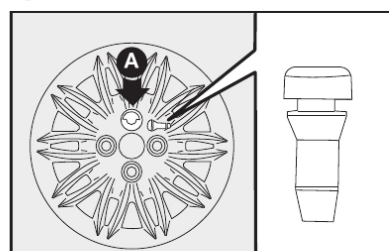

fig. 15
- Colocar a calota cuidando para que o símbolo ◻, na parte interna, fique em correspondência com a válvula, e dessa maneira o furo maior da calota **A-fig. 15** passe pelo parafuso já fixado.